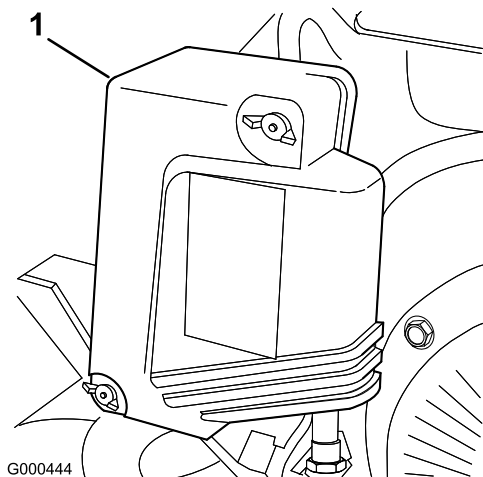

Figura 28
2. Retire las tuercas de orejeta que fijan la tapa del limpiador de aire, y retire la tapa. Limpie a fondo la tapa (Figura 28).